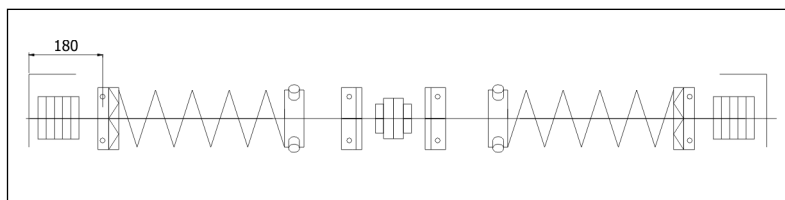

Рис. 29
- 3) Для ворот шириной более 4100 мм предусмотрена установка двух промежуточных кронштейнов (рис. 29).